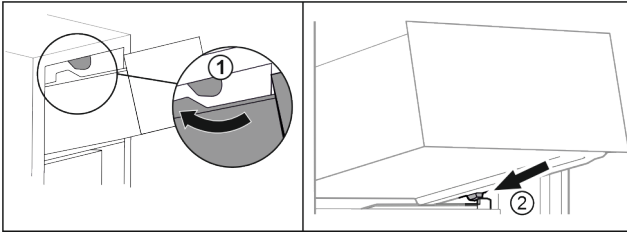

Fig. 98
- ▶ Vie vetolaatikko ylemmän rajoittimen ohi. Fig. 98 (1)
- ▶ Aseta vetolaatikko vinosti alempien rajoittimien taakse kannattimelle. Fig. 98 (2)